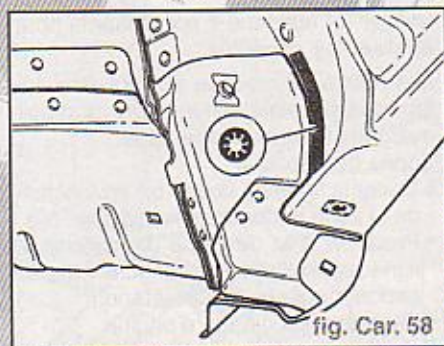

fig. Car. 58
- Souder le bas de caisse par bouchonnage sous gaz de protection (fig. Car. 58)